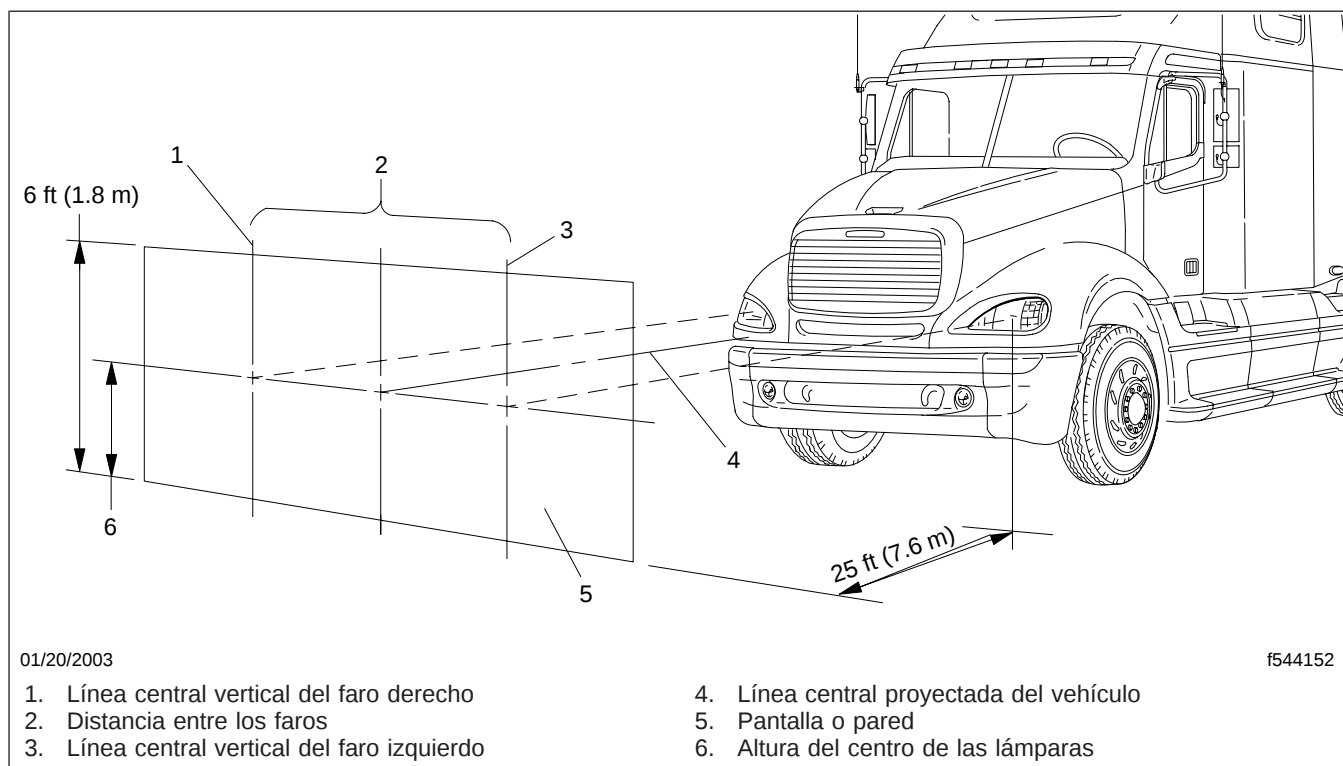

Figura 14.1, Pantalla o pared para enfocar los faros
1. Estacione el vehículo en una superficie a nivel, a 25 pies (7.6 m) de una pantalla o pared que pueda ser utilizada para enfocar los faros. Apague el motor, ponga los frenos de estacionamiento y bloquee los neumáticos delanteros. Vea la Figura 14.1.